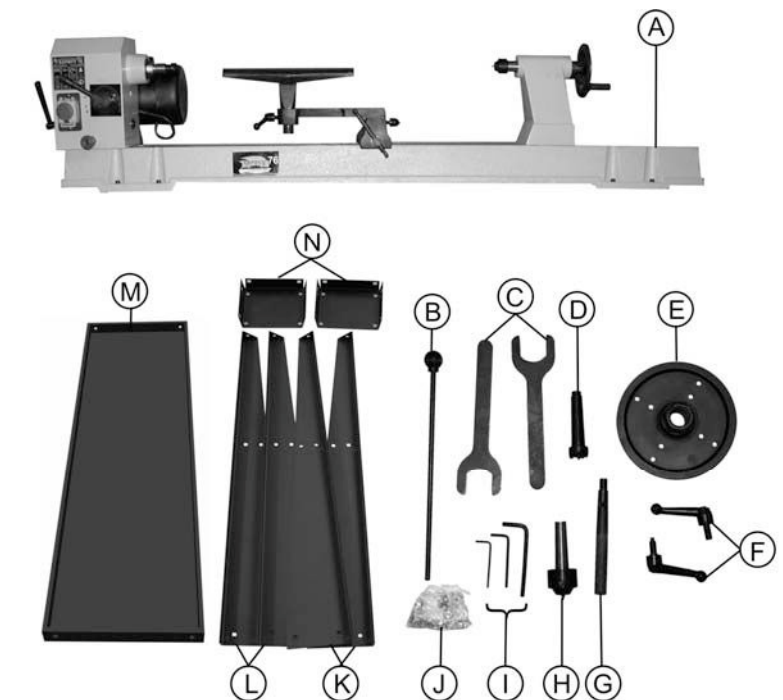

Рис.1
3.1. В комплект поставки (Рис.1)входит: